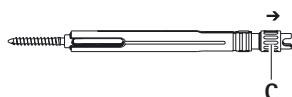

Abb. 6
- Klemmschraube **C** so weit in Pfeilrichtung zurückdrehen, bis das Gewinde Richtung Arbeitsende sichtbar wird, siehe Abb. 6.